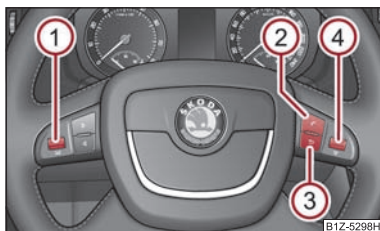

Fig. 126 Volanul multifuncțional: Tastele de selectare pentru telefon
Pentru ca atenția șoferului să fie distrasă cât mai puțin de la desfășurarea traficului în timpul deplasării, acționarea funcțiilor principale ale telefonului este posibilă și de la tastele amplasate pe volan ⇒ fig. 126.
- printr-o lungă apăsare a tastei  de pe volanul multifuncțional ⇒ pagina 123, fig. 126.